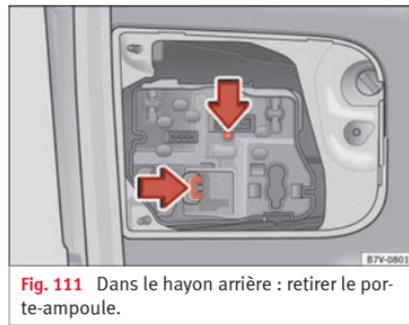

Fig. 111 Dans le hayon arrière : retirer le porte-ampoule.
4. Appuyez sur les languettes de fixation dans le sens de la flèche » fig. 111 et retirez le porte-ampoule.